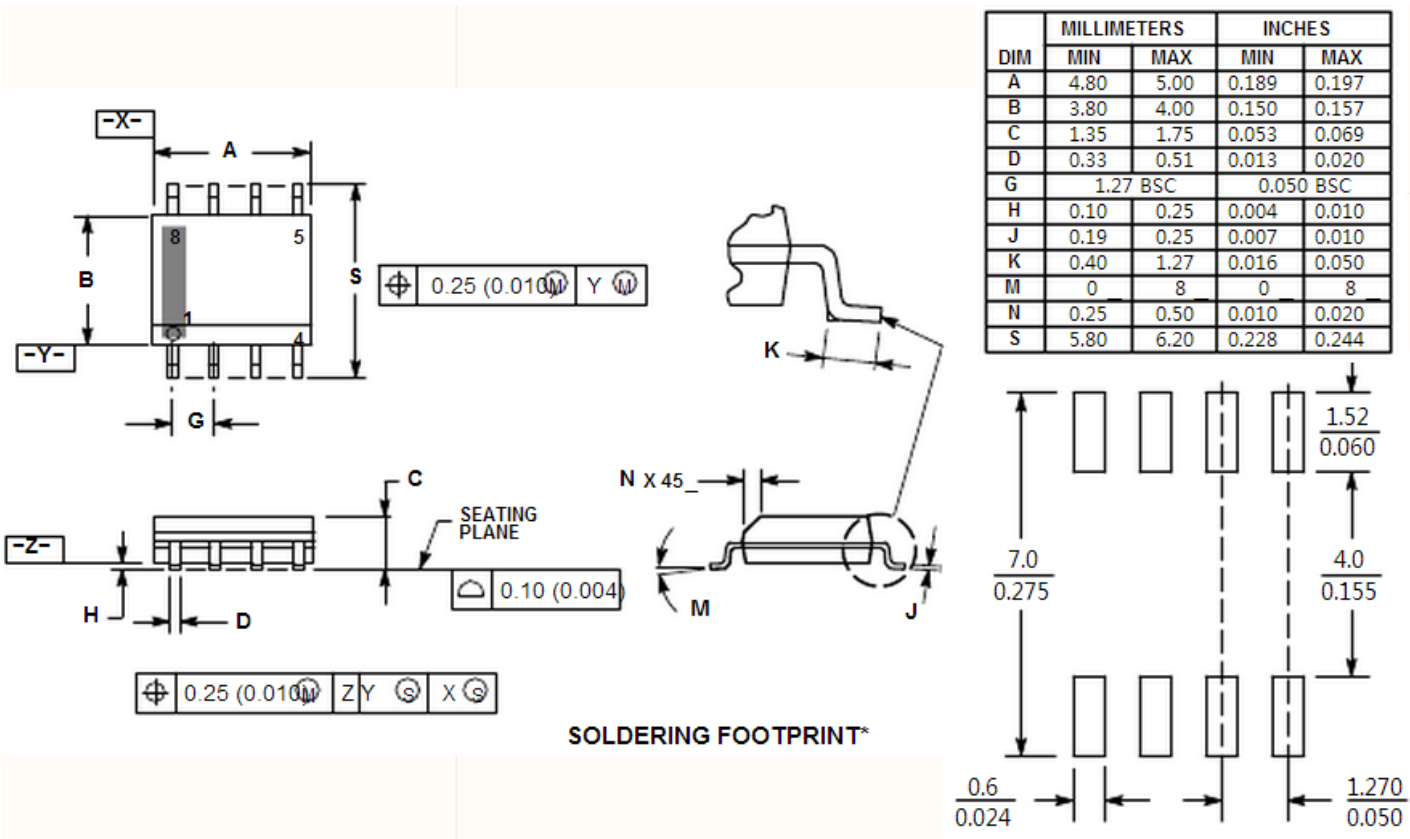

图 2
- 2、在 PCB 库文件 cdylib.PcbLib 中根据图 2 给出的相应参数创建 ADP3110A 的 PCB 封装，命名为 ADP3110A，并在生成电路板中调用。（注：设计单位为 mm）；